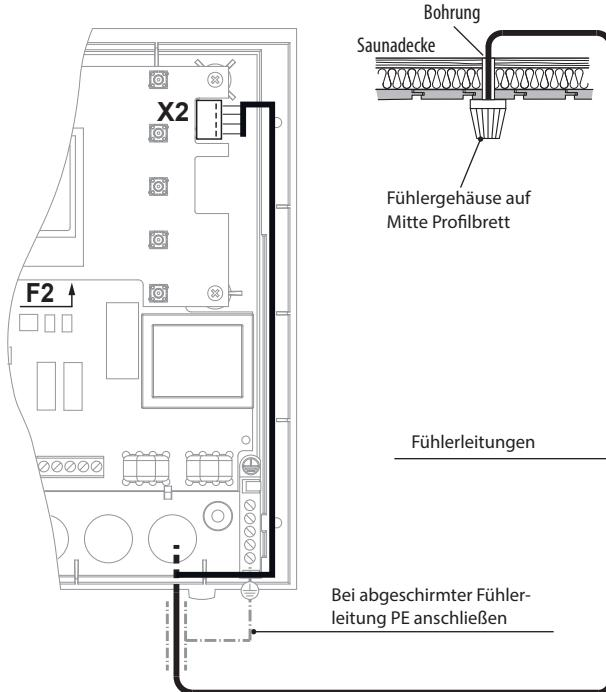
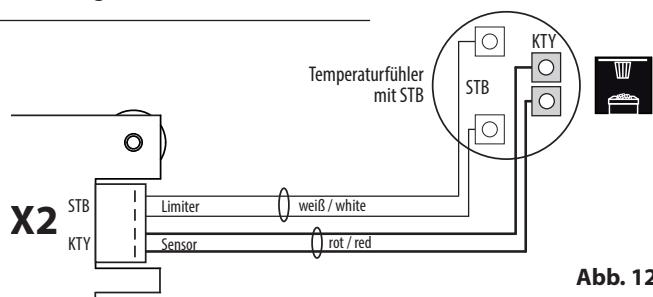

Abb. 11
Abb. 12
5. Führen Sie die Fühlerleitungen zum Steuergerät und führen sie durch die rechte Kabeleinführung in das Gerät. Verlegen Sie die Fühlerleitungen innerhalb des Steuergerätes wie in Abb. 11 gezeigt. Schließen Sie die Fühlerleitungen gemäß Abb. 12 an. Hierzu wird der Stecker X2 von der Platine abgezogen und nach dem Anschließen wieder eingesteckt.